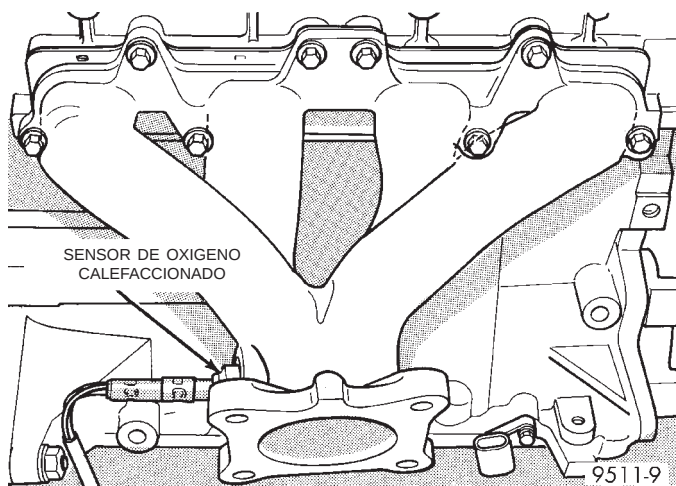

Fig. 29 Múltiple de escape
(3) Retire el múltiple de escape desmontando los 8 dispositivos de fijación que lo retienen (Fig. 29).